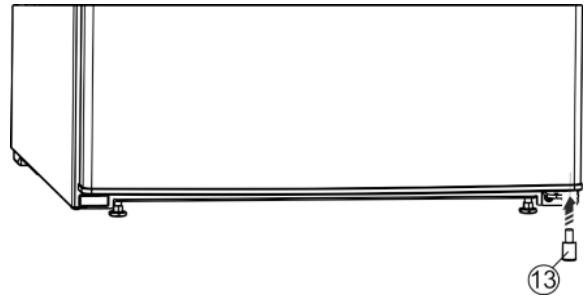

Fig. 8
- ▶ Das Distanzteil Fig. 8 (13) wieder rechts unten in die Tür einsetzen, weil es wichtig für die Standfestigkeit des Geräts ist.